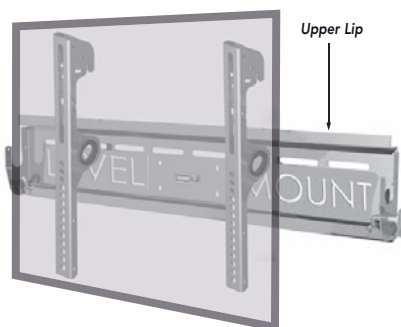

Figura 8
- Colocación del monitor de plasma/LCD en pared: tras haber colocado los brazos de inclinación en la pantalla, ya puede instalarla en la placa de apoyo. Se requiere de 2 personas para fijar el televisor a la placa de pared. Coloque los ganchos de encaje de los brazos de inclinación sobre el borde superior de la placa de apoyo, de manera que los brazos de inclinación descansen firmemente en ambos lados del borde de la placa de apoyo (Figura 8).